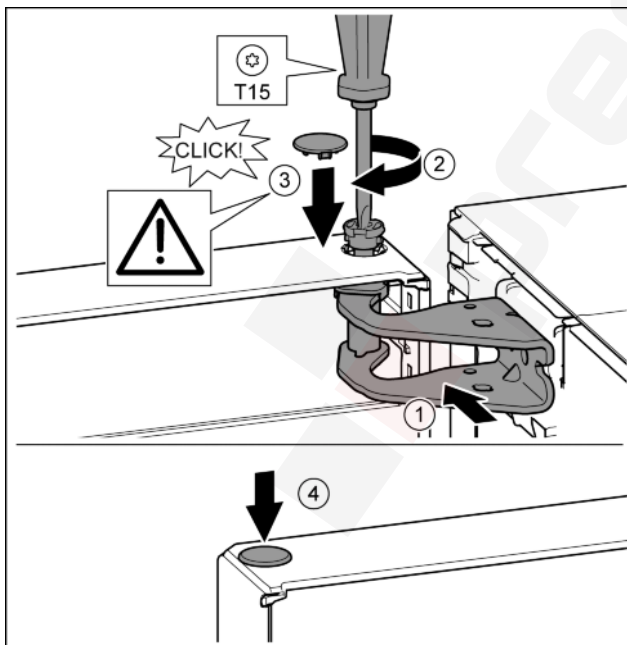

Fig. 20
- ▶ Fent igazítsa a csapágycsavar nyílásához az ajtót. Fig. 20 (1)
- ▶ Helyezze be a csapot, és a T15 csavarhúzóval húzza meg. Fig. 20 (2)
- ▶ Az ajtó biztosítása érdekében szerelje fel a biztonsági fedelet: Helyezze fel a biztonsági fedelet, és ellenőrizze, hogy felfekszik-e az ajtóra. Egyébként a csapszeget teljesen helyezze be. Fig. 20 (3)
- ▶ Helyezze be a dugót. Fig. 20 (4)